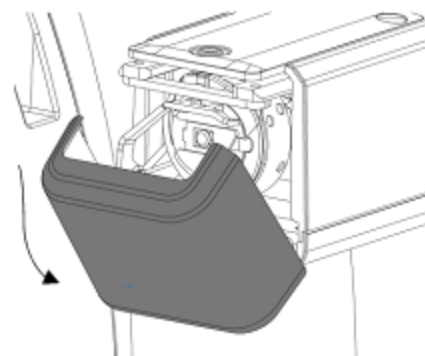

Рисунок 8
1. Откройте корпус для шпули. Смотрите рисунок 8.